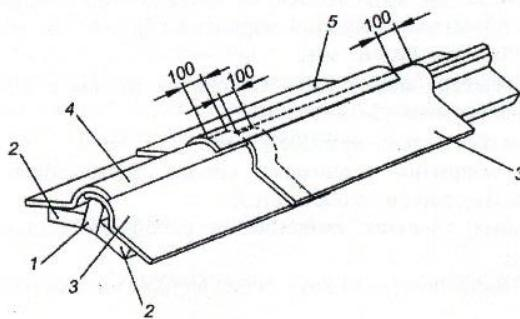

Рисунок 3. Схема укладки коньковых деталей:
- основание под конек крыши – брусок сечением 60×120 мм и коньковых досок 60×150 мм, уложенных на стропилах вплотную к коньковому брусу (рисунок 3).